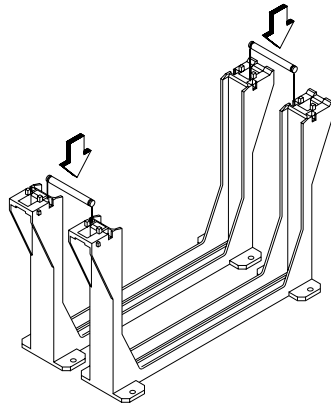

Abbildung 3-3 Verbindungsstäbe
1. Verbinden Sie die beiden Halterungen mit den Stäben. Die Verbindungsstäbe müssen auf beiden Seiten der Halterungen einrasten (siehe Abbildung 3-3).